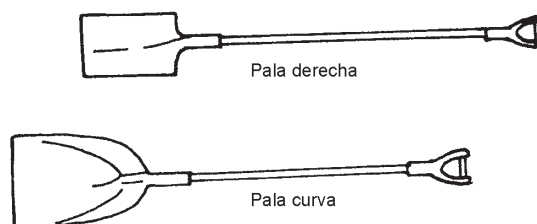

Figura 2
**Pala.** Se usa para remover la tierra de terrenos poco compactos o materiales de grano de diámetro pequeño (tierra, arena, grava, etc.). Es una especie de cuchara; unas tienen una placa metálica derecha con filo para poderla introducir (pala derecha) y otras son de una placa metálica curva para poder recoger material (pala curva) (figura 2).